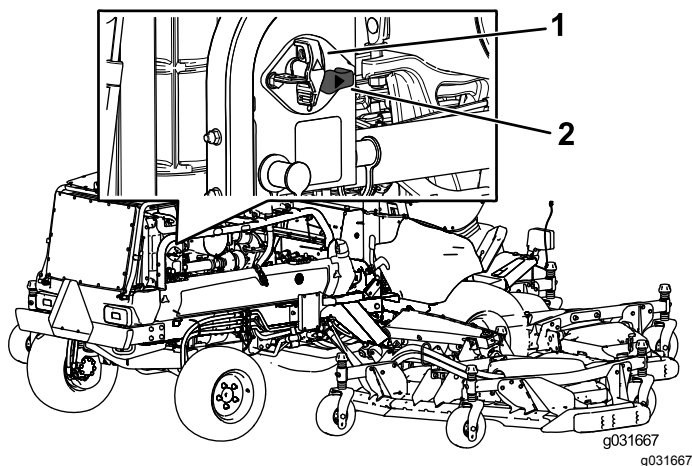

図 63
- 電気系統に通電を行うには遮断スイッチ右に回して ON 位置にする図 63。
- 電気系統への通電を遮断するには遮断スイッチ左に回して OFF 位置にする図 63。